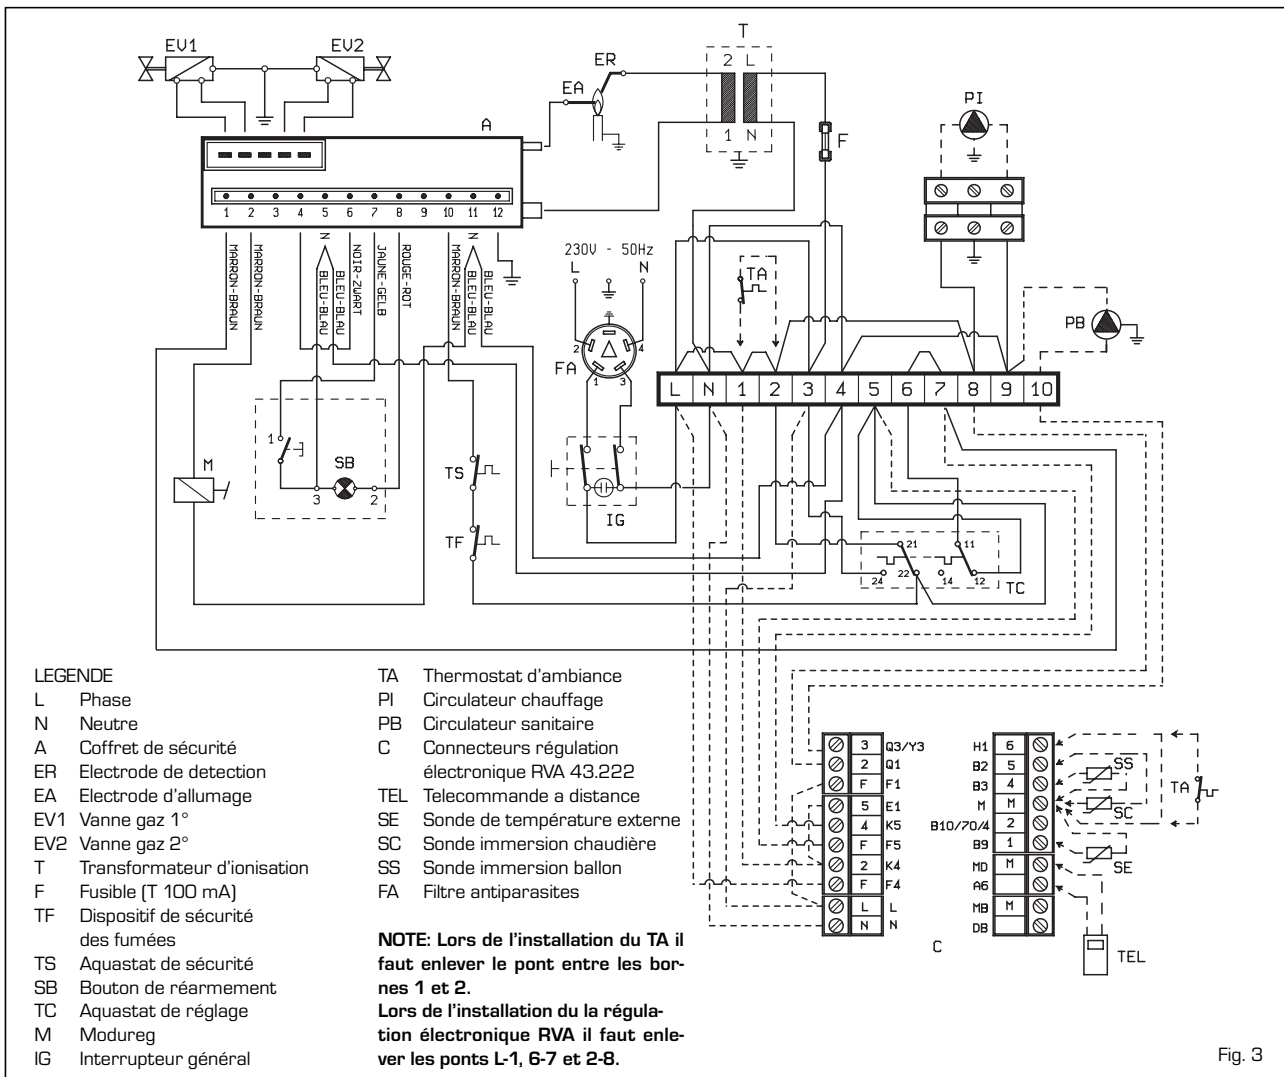

Fig. 3
### 2.2 BRANCHEMENT ELECTRIQUE (fig. 3)
Le bulbe de la sonde de bouilleur extérieure éventuelle (SS), optional cod. 6277110, doit être introduit dans la gaine du ballon et celui de la sonde chaudière (SC) dans la gaine de la chaudière. Pour le montage de la sonde de température externe (SE), respecter les instructions figurant sur l'emballage de la sonde elle-même. Pour procéder au branchement électrique, se référer au schéma de la figure 3.